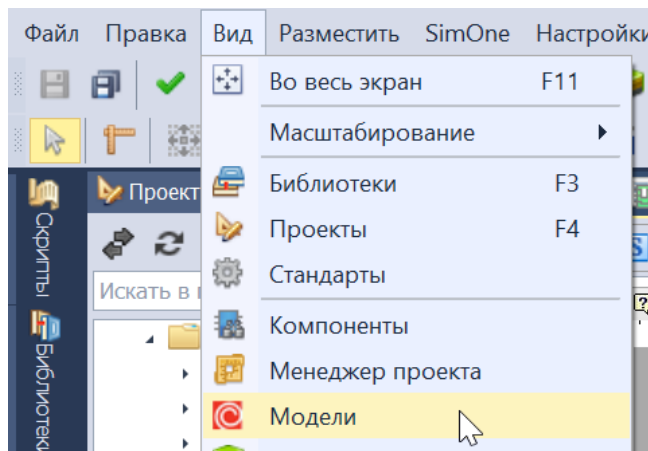

Рис. 29 Вызов панели «Модели» из главного меню, раздел «Вид»
1. Через главное меню «Вид» → «Модели», см. Рис. 29.